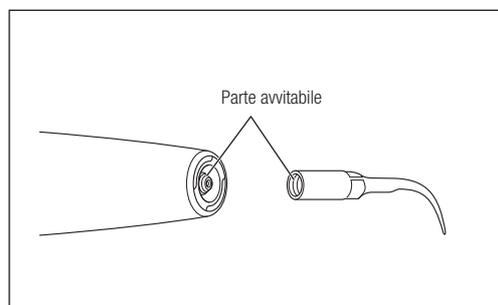

Fig. 14
- 1) Verificare che le parti avvitabili del manipolo e della punta siano pulite (Fig. 14).